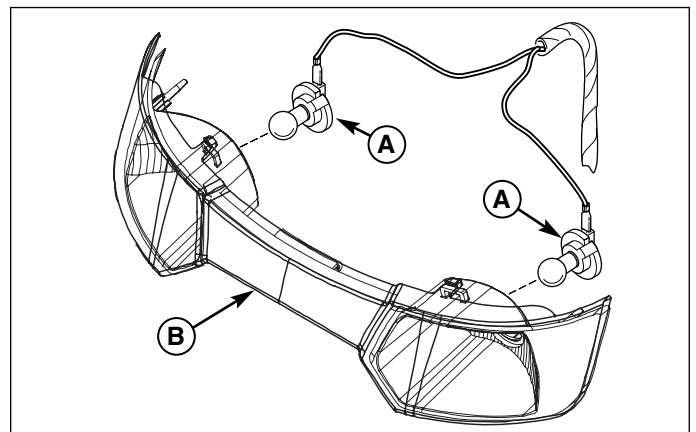

Figure 15. Phare
2. Déposer les douilles et ampoules (A, Figure 15) en tournant les douilles vers la gauche et en les tirant hors de l'optique (B). Refaire la même chose de l'autre côté.